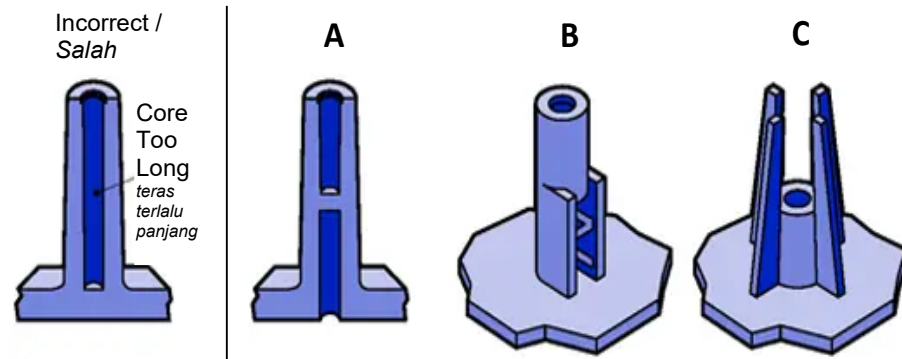

Figure 2: Long-core alternatives.
- (b). **Figure 2** shows the options to reduce excessively-long core pins for the boss system. Compare the **THREE (3)** design considerations and provide suitable explanations to support your comparison.
***Rajah 2** menunjukkan pilihan untuk mengurangkan pin teras yang terlalu panjang untuk sistem bos. Bandingkan **TIGA (3)** pertimbangan reka bentuk dan berikan penjelasan yang sesuai untuk menyokong perbandingan anda.*